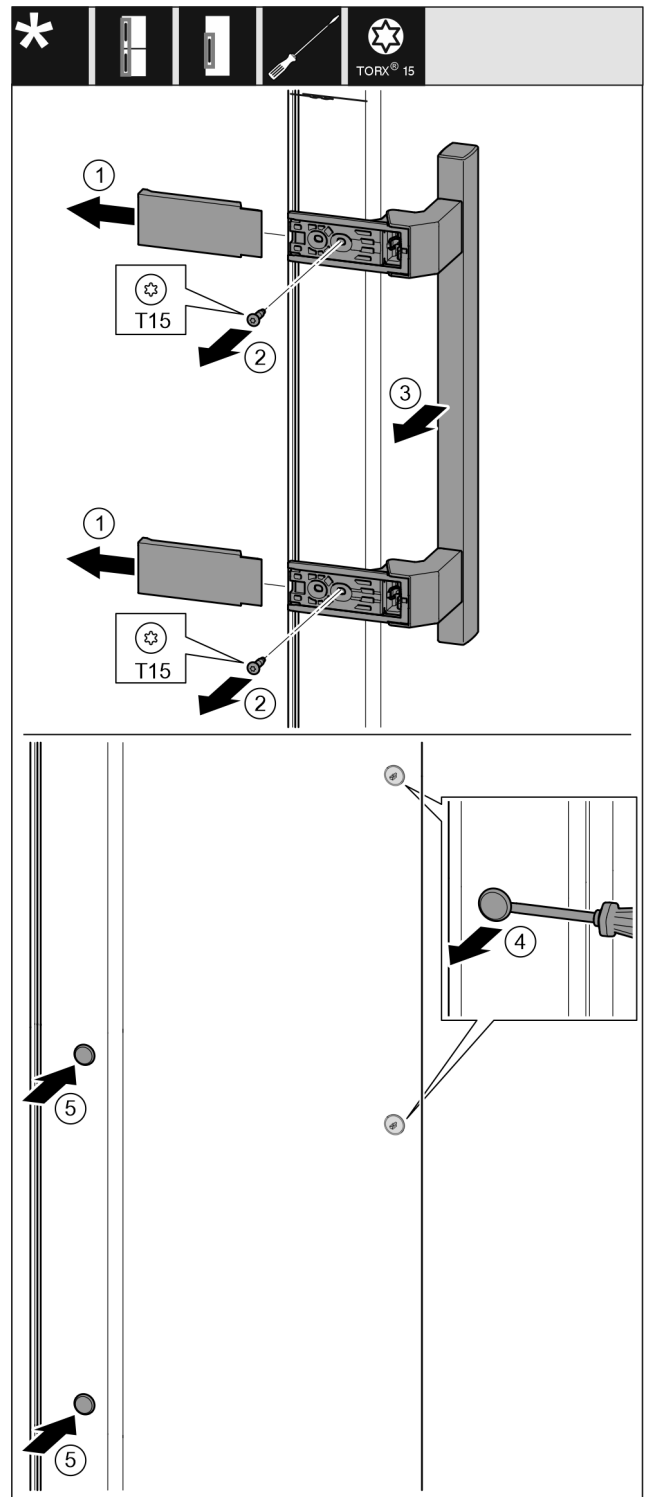

Fig. 19
- ▶ Зніміть кришку. Fig. 19 (1)
- ▶ Викрутіть гвинти за допомогою викрутки Torx 15. Fig. 19 (2)
- ▶ Зніміть ручку. Fig. 19 (3)
- ▶ За допомогою шліцевої викрутки обережно підніміть бокову заглушку та витягніть її. Fig. 19 (4)
- ▶ Вставте заглушку з іншого боку. Fig. 19 (5)